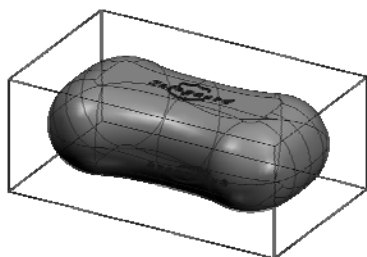

图 3-111 拾取的加工轮廓
1) 完成加工参数设置后，单击“确定”按钮，系统在界面的左下方提示“拾取加工对象”，直接拾取香皂模型的实体表面，如图 3-111 所示，单击右键结束拾取。系统提示“拾取加工边界”，直接单击右键结束拾取。